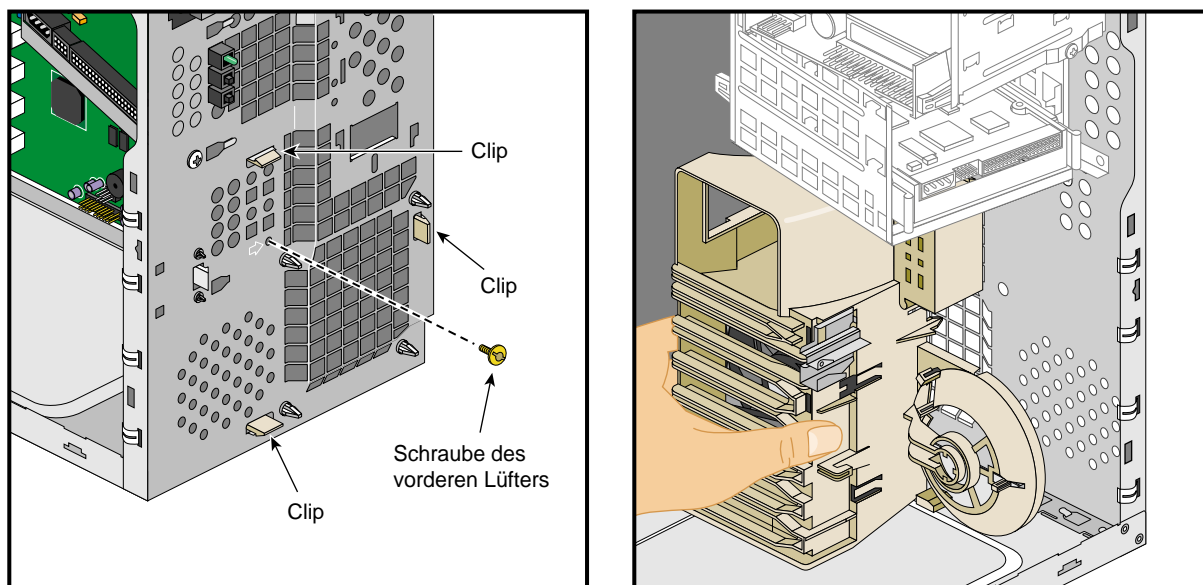

Abbildung 2-21 Herausnehmen des Lüfters aus dem Kunststoffrahmen
5. Lösen Sie die drei Löseclips (siehe Abbildung 2-21), indem Sie nacheinander auf die Clips drücken. Halten Sie den Kunststoffrahmen des Lüfters dabei im Gehäuse fest.